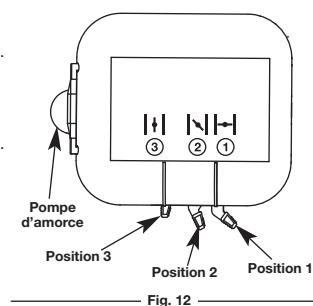

Fig. 12
**AVERTISSEMENT :** Évitez le démarrage accidentel. Se tenir en position de démarrage pour lancer le moteur (Fig. 12). Lors du démarrage, l'opérateur et l'outil doivent être en position d'équilibre afin d'éviter le risque de blessures graves.
- Appuyer sur la pompe d'amorce dix fois de suite. Une certaine quantité de carburant devrait être visible dans l'amorce et des tuyaux de carburant (Fig. 12). Si vous ne voyez pas de carburant dans la pompe, appuyez dessus autant de fois de suite que nécessaire jusqu'à ce que vous en voyiez arriver dans l'amorce.
- Mettre le levier d'étranglement en **Position 1** (Fig. 12).
- Mettre le levier d'étranglement en **position 2** (Fig. 12).
- Mettre le levier d'étranglement en **position 3** (Fig. 12). L'appareil est prêt à être utilisé.